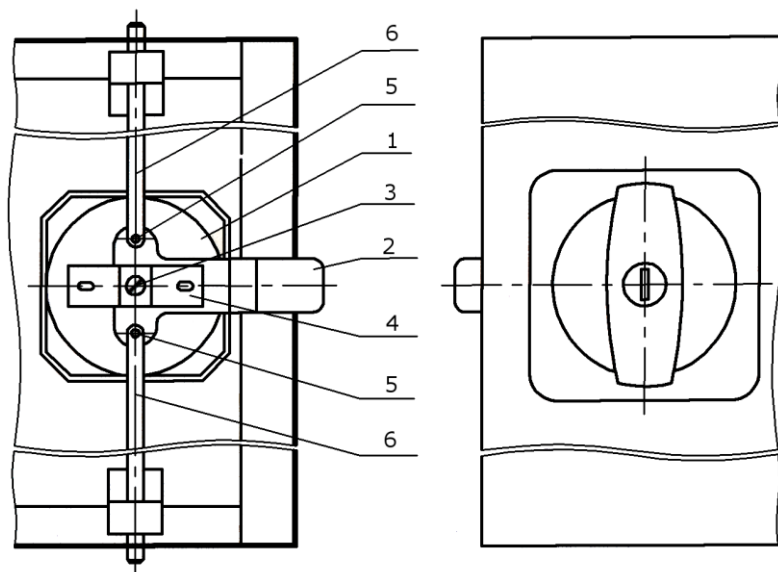

Рис. 8
14. Установите замок в дверь (рис.8):